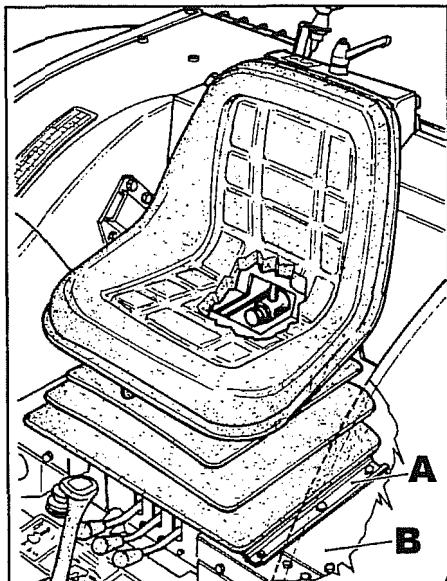

Fig. 1
- 1 Scollegare la lama sinistra **A** fig. 1 che fissa la protezione supporto sedile.
Togliere la lamiera **B** fig. 1 di protezione.